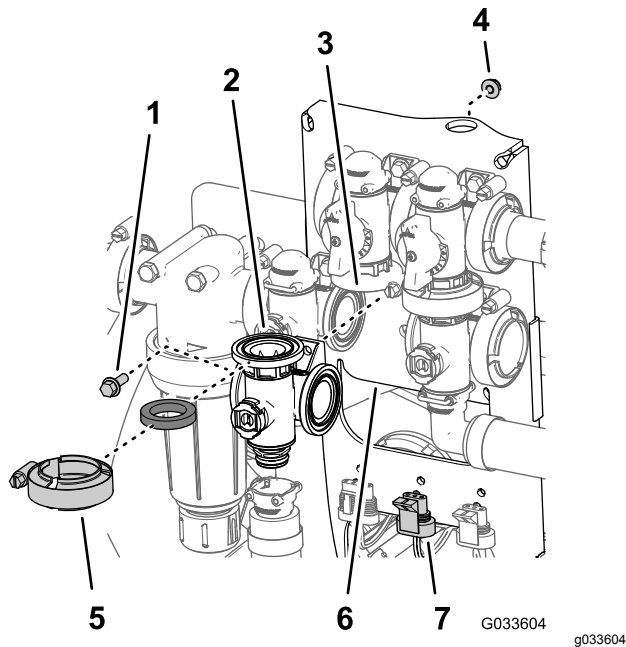

Bild 127
1. Fluchten Sie den Flansch des Rührwerkventilverteilers, eine Dichtung und den Flansch des Rührwerk-Sicherheitsventils aus (Bild 127).
9. Befestigen Sie das Rührwerkventil mit der Bundkopfschraube und der Sicherungsbundmutter (Bild 127), die Sie in Schritt 3 von Entfernen des Rührwerkverteiler-ventils (Seite 85) entfernt haben, an der Ventilhalterung und ziehen Sie die Schraube und Mutter bis auf 10-12 N·m an.